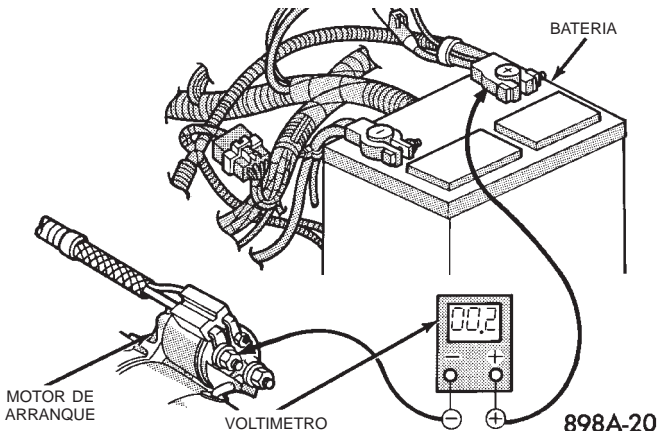

Fig. 4 Prueba de resistencia del cable positivo de la batería-característica
(3) Conecte el voltímetro para medir el voltaje entre el borne del terminal positivo de la batería y la clavija del terminal de batería del solenoide del motor de arranque (Fig. 4). Gire el interruptor de